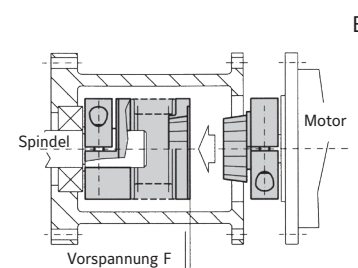

Bild 17
**Wichtig!** Vor der Montage muss das Einbaumaß der Metallbalgkupplung festgelegt werden, damit nach dem Ineinanderstecken die Vorspannung F erreicht wird (Bild 17). Metallbalgkupplung spielfrei, ohne axialen Druck ineinander stecken. Messen Sie nun die gesteckte Länge A der Metallbalgkupplung und legen Sie das Einbaumaß unter Berücksichtigung der Vorspannung (F) nach Tabelle 1 fest. Den Metallbalg mit einteiliger Nabe und die steckbare Kupplungsnahe mit glasfaserverstärktem Kunststoff auf die Wellenstümpfe aufschieben, bei dem Modell MK6 bis zur Nabenanlage in die Hohlwelle einführen. Bei richtiger axialer Position Befestigungsschrauben mittels Drehmomentschlüssel auf die in Tabelle 1 angegebenen Anzugsmomente anziehen. Kupplungshälften ineinander stecken. Synchronsteckung (S), bzw. Mehrfachsteckung (M) (Bild 16) beachten. Die vor der Montage festgelegte Vorspannung (F) des Metallbalges muss deutlich spürbar sein. So erreichen wir die spielfreie Drehmomentübertragung. Die max. zulässigen Verlagerungswerte werden durch die Vorspannung nicht gemindert.